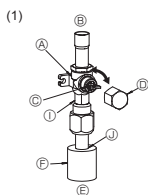

Fig. 4-5
(1) Lado do gás (Fig. 4-5)
- ① Remova a cápsula, puxe a alavanca na sua direcção e gire 1/4 de volta no sentido contrário aos ponteiros do relógio para abrir.
- ② Certifique-se de que a válvula de paragem esteja completamente aberta, empurre a alavanca e gire a cápsula de volta à sua posição original.